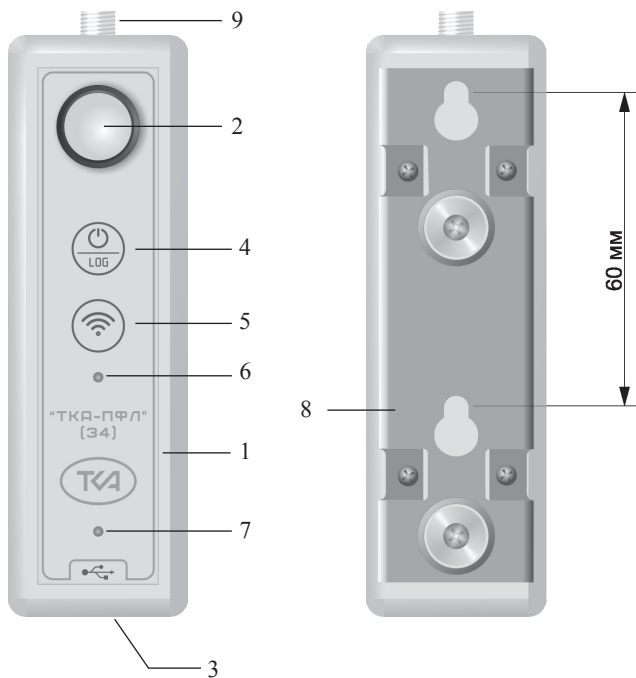

Рис.1 – Внешний вид прибора
На лицевой стороне корпуса прибора расположены: фотоприемное устройство (ФПУ) с корригирующими фильтрами и косинусной насадкой, два светодиодных индикатора и две кнопки управления (Рис.1).
Разъём (3, Рис.1) на нижнем торце корпуса предназначен для связи с ПК и для зарядки аккумулятора.
На верхнем торце прибора расположен разъём (9, Рис.1) для подключения внешней антенны.
На обратной стороне корпуса расположено универсальное крепление (8, Рис.1), позволяющее устанавливать прибор на плоские, металлические (с помощью прикручиваемых к креплению магнитов, входящих в комплект поставки) или круглые поверхности (с помощью стяжек).
5.6 Включение прибора и его отключение производится однократным нажатием кнопки ВКЛ/ВЫКЛ (4, Рис.1). При этом светодиодный индикатор состояния (6, Рис.1) начнет гореть желтым цветом, а затем через некоторое время начнет мигать (Табл.1).
Если необходимо включить/выключить передачу данных по Wi-Fi (или LoRa), то это у включенного прибора можно сделать однократным нажатием на кнопку (5, Рис.1). При этом светодиодный индикатор состояния начнет гореть синим цветом, а затем через некоторое время начнет мигать.
6.4 Перед началом работы убедитесь в работоспособности элементов питания (аккумуляторов). Если после включения прибора светодиодный индикатор состояния будет периодически гореть белым цветом, поставьте прибор на зарядку, подключив к прибору через разъем micro-USB запитанное зарядное устройство или внешний аккумулятор. Для отслеживания процесса заряда внутреннего аккумулятора на лицевой панели прибора расположен индикатор заряда (7, Рис.1), горящий красным цветом во время заряда и не горящий, если процесс заряда окончен. Заряд аккумуляторной батареи следует производить при окружающей температуре от 0 до +40°C.
7.4 Включите прибор однократным нажатием на кнопку включения прибора (4, Рис.1).